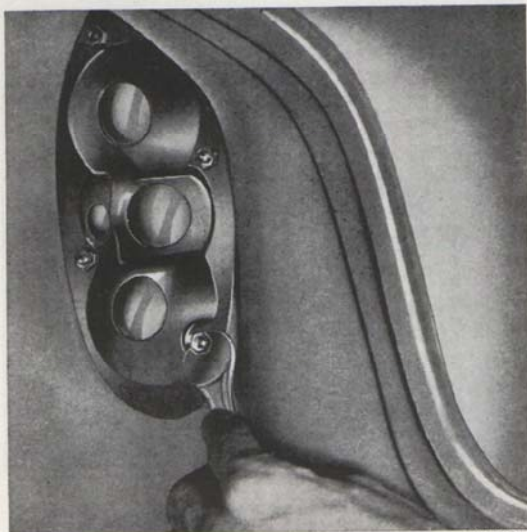

Bild 91. Isärtagning av baklykta (glödlamporna borttagna).
1. Lossa de fyra muttrarna från insidan av bagageutrymmet, bild 91.